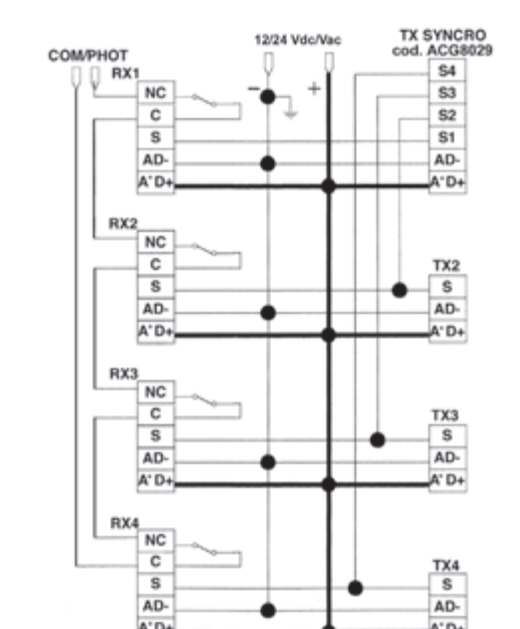
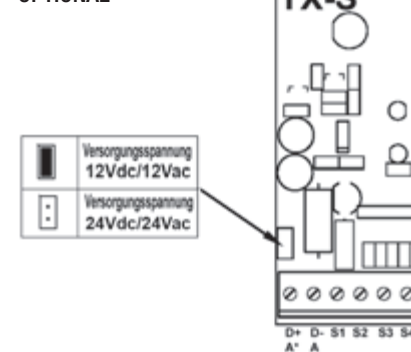

Abb. 4
Abb. 7
### MIT WECHSELSTROM-/GLEICHSTROMVERSORGUNG 12/24V WS/GS FÜR 2-3-4 FOTOZELLENPAARE (Abb. 4)
Es ist möglich, die Verbindung der Abb. 4 auszuführen, indem einer der Übertragungskreisläufe mit dem SYNCHRONISIERTEN SENDEUR Code ACG8029 (Abb. 7 - Optional) ausgeführt wird.
**SENDER SLIM SYNCRO** für 2-3-4 Fotozellenpaare FIT code ACG8029. Die Klemmen S1 bis S4 müssen entsprechend Abb. 4 verbunden werden.